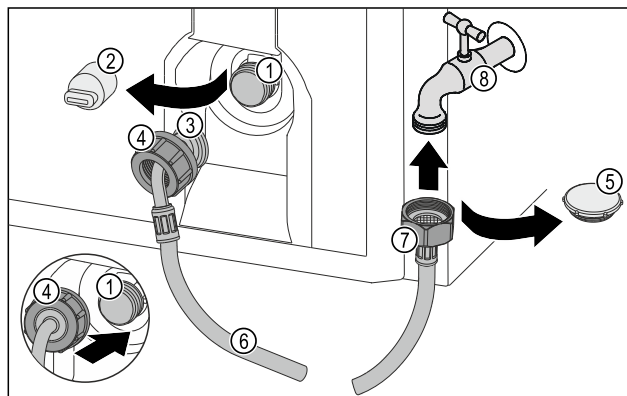

Fig. 74
- ▶ Снимите заглушку Fig. 74 (5).
- ▶ Прямой конец шланга Fig. 74 (7) подсоедините к крану для воды Fig. 74 (8).
- ▶ Навинтите гайку на прямом конце шланга Fig. 74 (7) по часовой стрелке.